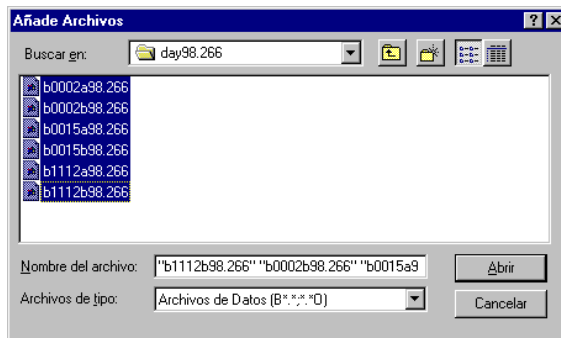

Figura 12.5. Ventana Añadir Archivos
- Haga click en el botón **Añadir archivos de datos crudos desde disco** y aparecerá el cuadro de diálogo **Añadir Archivos**, como se muestra en in Figura 12.5.